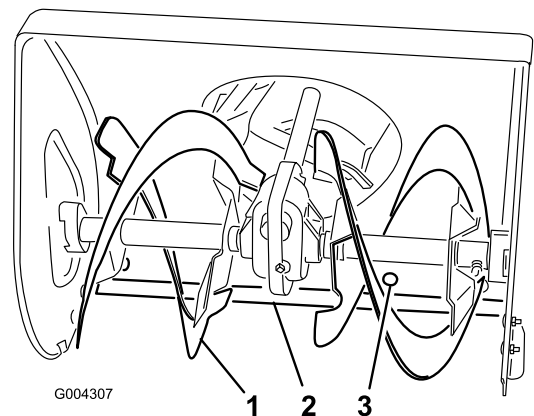

Figure 28
1. Côté du carter de fraise (2)
2. Écrous à embase (4)
3. Patin (2)
4. Placez un support sous les lames de la fraise pour qu'elles se trouvent à 3 mm (1/8 ") au-dessus du sol (Figure 28).
6. Pour corriger la position de la lame racleuse, desserrez les 5 vis de montage (Figure 28), mettez la lame de niveau à la hauteur voulue et resserrez les vis de montage.